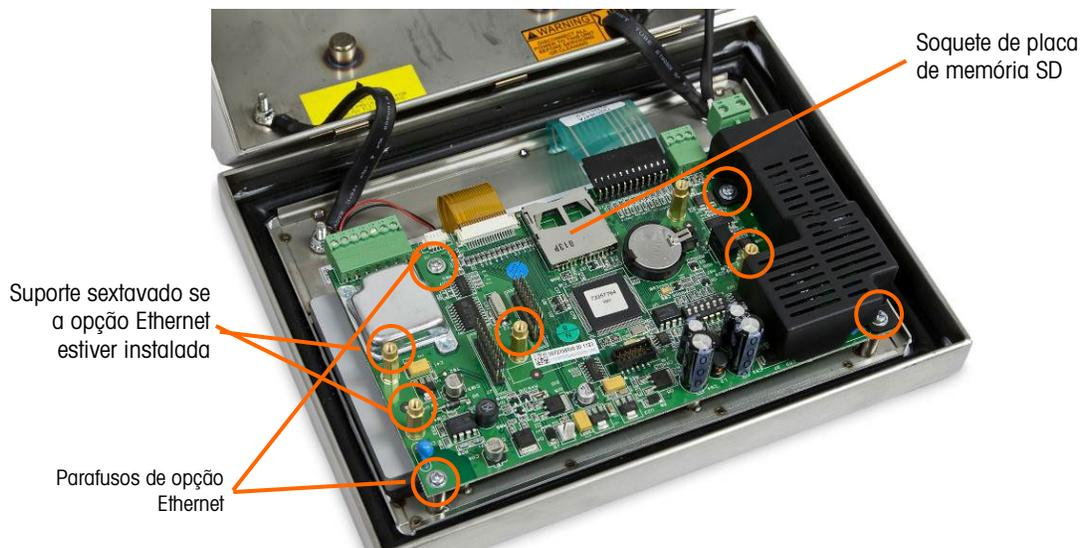

Figura 5-14: Parafusos de montagem para a placa principal, versão analógica
- Desparafuse e remova os quatro parafusos que fixam a placa principal ao gabinete. Suas localizações são circuladas na Figura 5-14. No caso da opção Ethernet ter sido instalada, um parafuso será substituído por um suporte sextavado. Use uma chave de porca de 6 mm ou uma chave de fenda de ponta chata para remover os suportes sextavados da localização observada.
- Se um cartão de memória SD for instalado, pressione para soltar o cartão do soquete e depois remova o cartão e mantenha o cartão a ser instalado na placa principal de reposição. Consulte a Figura 5-9 e a Figura 5-14 quanto à localização do slot de cartão de memória SD.
2. Posicione a placa principal sobre os orifícios de quatro parafusos no gabinete do terminal identificado na Figura 5-14.
3. Instale os quatro parafusos. Observe se a opção Ethernet deve ser usada, um dos parafusos é substituído por um suporte sextavado. Consulte a Figura 5-14 para a localização de suporte sextavado.